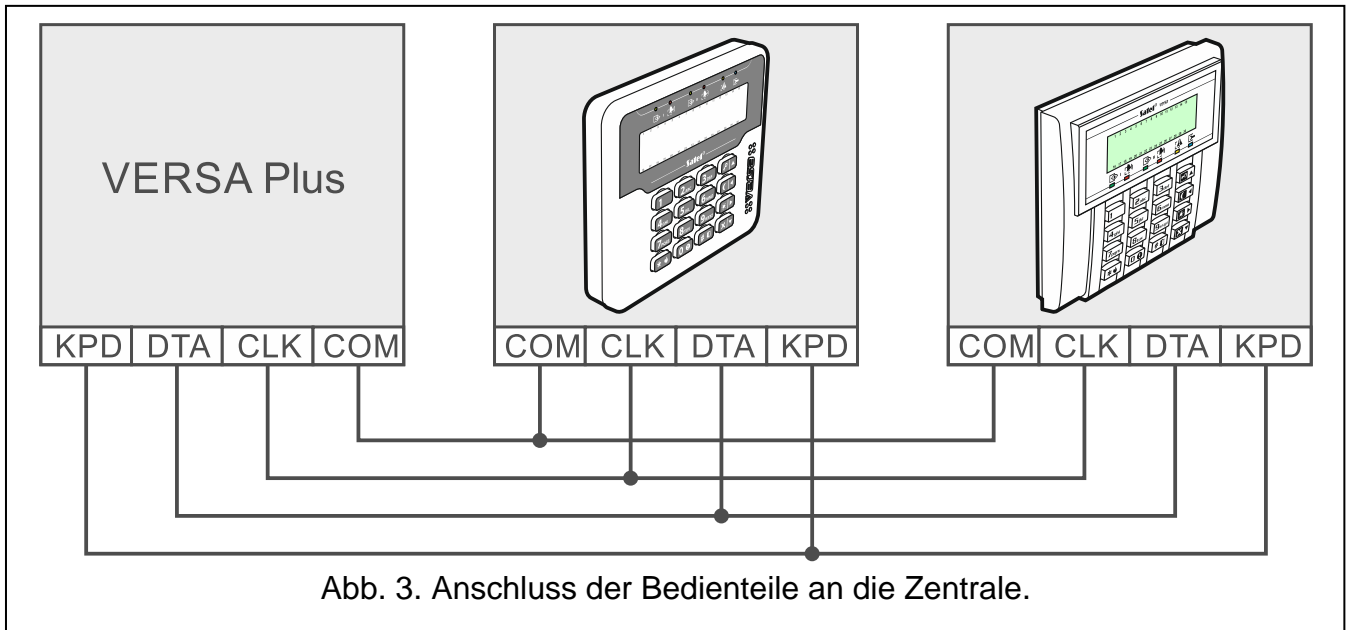

Abb. 3. Anschluss der Bedienteile an die Zentrale.
6. Verbinden Sie die Bedienteilklemmen mit entsprechenden Klemmen der Alarmzentrale (siehe: Abb. 3).